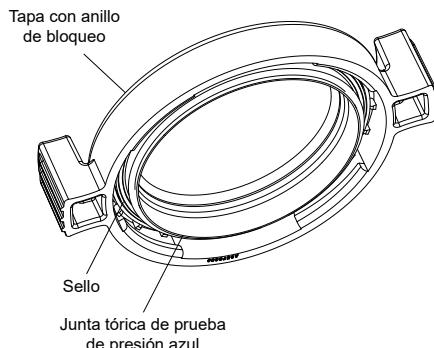

Figura 14. Junta tórica de prueba de presión azul
2. Coloque la junta tórica azul en el desnivel ubicado a $\frac{1}{4}$ " desde la parte inferior de la tapa. Consulte la Figura 14.